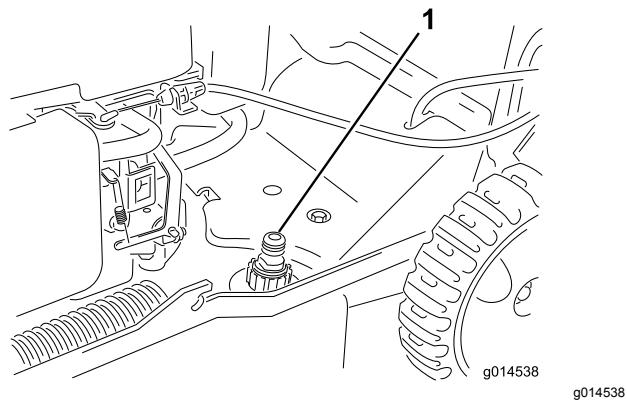

Рисунок 20
- Присоедините садовый шланг, подключенный к источнику воды, к промывочному отверстию в корпусе (Рисунок 20).